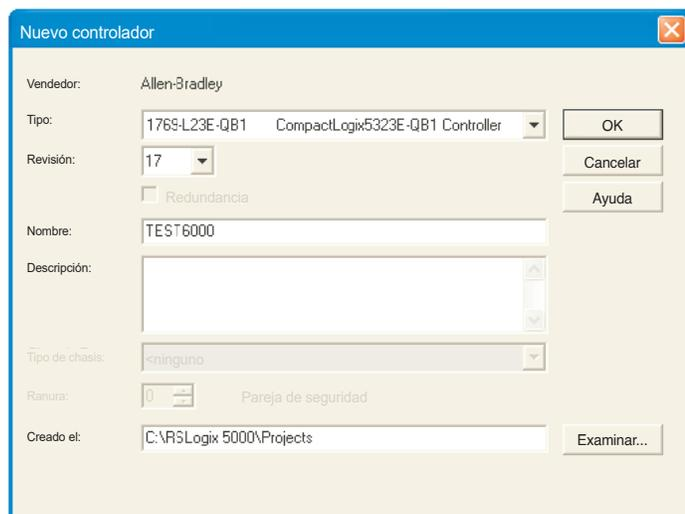

Imagen 4.3.21g Ventana de nuevo controlador
1. En el menú «Archivo (Fichero)», seleccione «Nuevo» o haga clic en el icono «Nueva herramienta» . Se abre la ventana «Nuevo controlador» (imagen 4.3.21g).